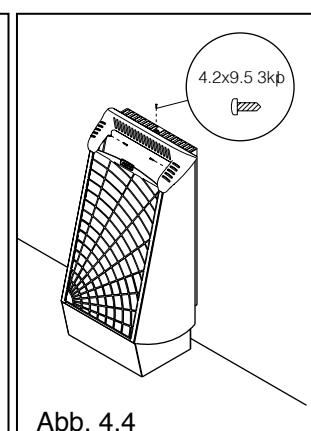

Abb. 4.4
- Montieren Sie die 2 Befestigungsschrauben ( $\varnothing 4,2 \times 9,5$ ) in den oberen Rahmen und eine Schraube in die Wandbefestigungsplatte (Abb. 4.4)